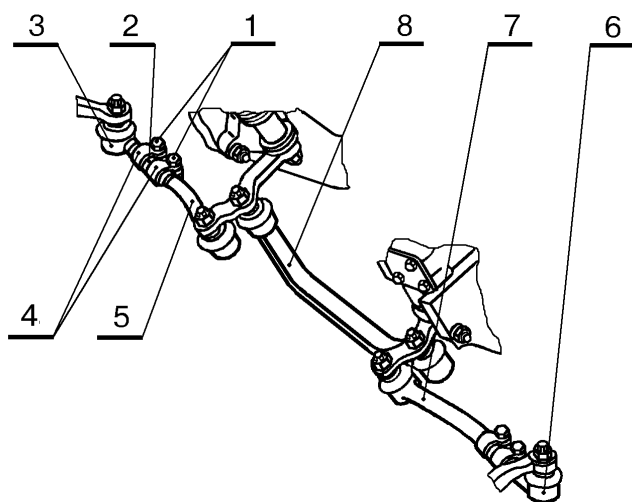

Рисунок 2 - Элементы рулевого управления заднеприводных и полноприводных автомобилей:
3.2.1 Ослабить гайки 1, рисунок 2, стяжных хомутов 4 и, поворачивая тягу 2 рулевой трапеции, установить длину тяги 5 рулевой трапеции крайней правой и тяги 7 рулевой трапеции крайней левой, при которых схождение передних колес будет соответствовать параметрам, приведенным в таблице 2. После регулировки длин рулевых тяг рулевое колесо должно находиться в положении, соответствующем прямолинейному движению (ключ гаечный 13, ключ кольцевой 13, ключ 67.7813-9504 для стяжной муфты рулевых тяг).
4.2.1 Ослабить гайки 1, рисунок 2, стяжных хомутов 4 и, поворачивая тягу 2 рулевой трапеции, установить длину тяги 5 рулевой трапеции крайней правой и тяги 7 рулевой трапеции крайней левой, при которых сходжение передних колес будет соответствовать параметрам, приведенным в таблице 2. После регулировки длин рулевых тяг рулевое колесо должно на-